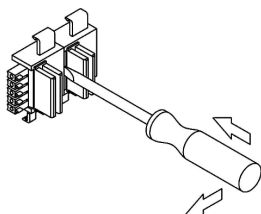
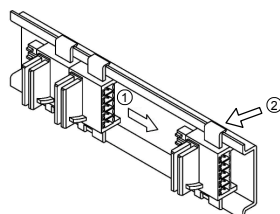

図2.3-2
図2.3-3
- (2) 複数台取り付けしている場合、連結部分から取り外してください。
バスプラグの連結部分の溝に幅が広めのマイナスドライバーを押し込み、この原理で押し出すようにすると外れます(図2.3-2)、(図2.3-3①)。
バスプラグ上部のツメ部分を持ち上げるようにして、DINレールから取り外してください。(図2.3-3②)。